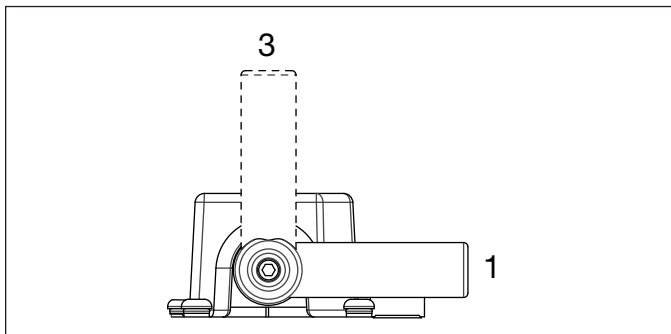

Figura 8
PUJ-1200B/E and PUJ-1201B/E modelos (Figura 8)
A válvula de controle da bomba direciona a saída do fluido hidráulico ou retorna dos componentes do sistema hidráulico. Estes modelos contem válvulas de 3-vias, 2-posicoes. As posições das válvulas são mostradas na Figura 8: 1 - Avançar, 3- Retrair. Para avançar o cilindro, mude a válvula para a posição de avanço (1) e pressione a chave pendente.